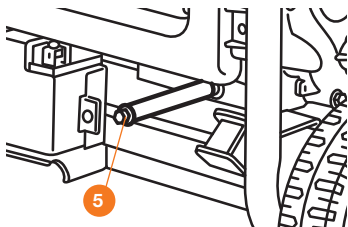

Рис. 9
- Выкрутите масляную пробку (Рис. 9). Дайте отработанному маслу стечь полностью, утилизируйте его способом, который не повредит окружающей среде. Мы рекомендуем доставить отработанное масло в закрытой емкости в местный центр утилизации отходов.